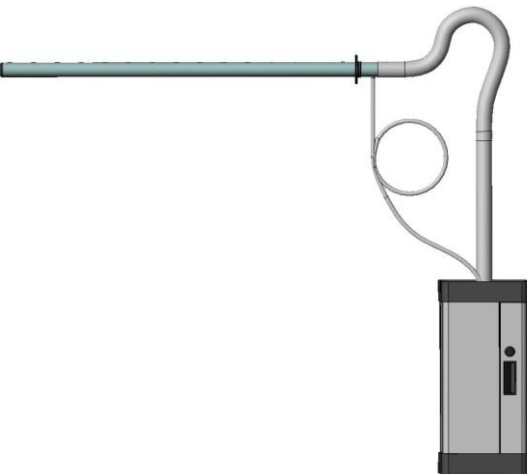
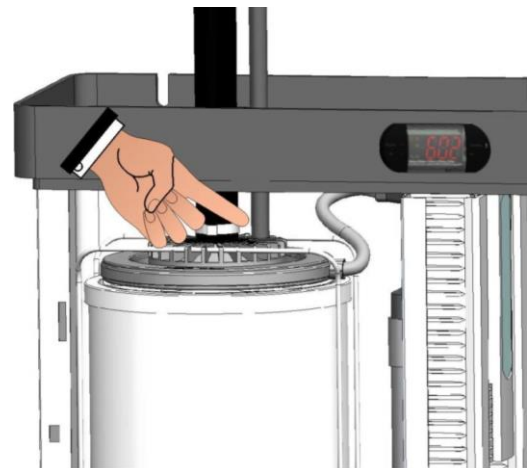

Fig.4
Fig. 5
2. Si le distributeur de vapeur est placé plus haut que l'humidificateur et que le tube de vapeur génère un siphon (fig. 4), le tube de récupération des condensats doit être installé directement dans le manchon de cylindre approprié de l'humidificateur (fig. 5) ou dans un puits de collecte d'eau. La récupération des condensats est réalisée en connectant le tube PEGO UMITUBODN10, spécifique à ce type d'application, au manchon de diamètre 10mm du distributeur de vapeur. Dans le trajet du tube de récupération des condensats, du distributeur de vapeur à l'humidificateur ou du distributeur de vapeur au puits, il est nécessaire d'effectuer un siphon avec un tour complet d'un diamètre minimum de 200mm; le siphon doit également être rempli d'eau avant l'installation.